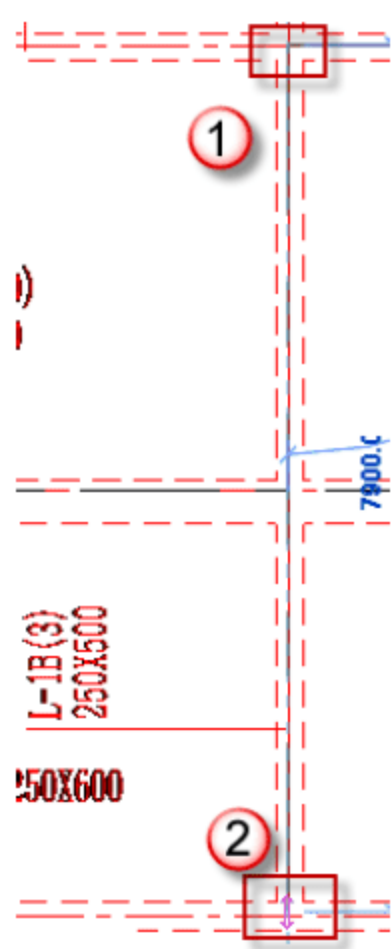

图 4.2.81 绘制 L-1B
(6) 绘制矩形框架梁 L-1B, 按快捷键 B+M, 放置平面为“标高 2”平面视图, 先单击起始柱的中心为起点, 后单击终止柱的中心为终点, 如图 4.2.81 所示。